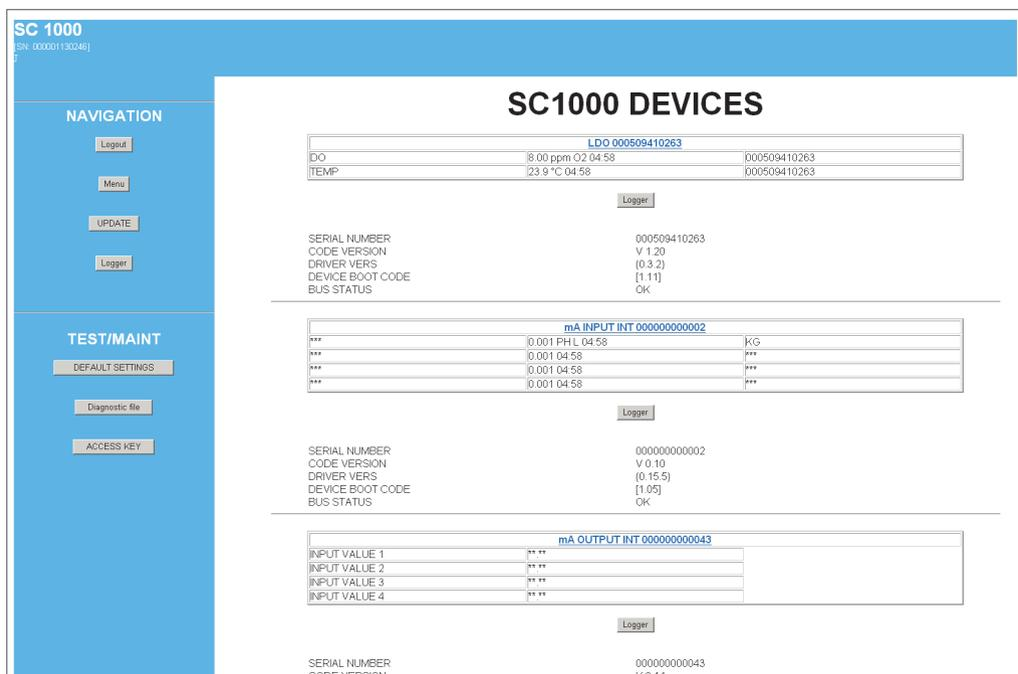

Figure 48 Ecran d'accès au navigateur
6. L'écran d'accès au navigateur set affiché (Figure 48 et Tableau 20).